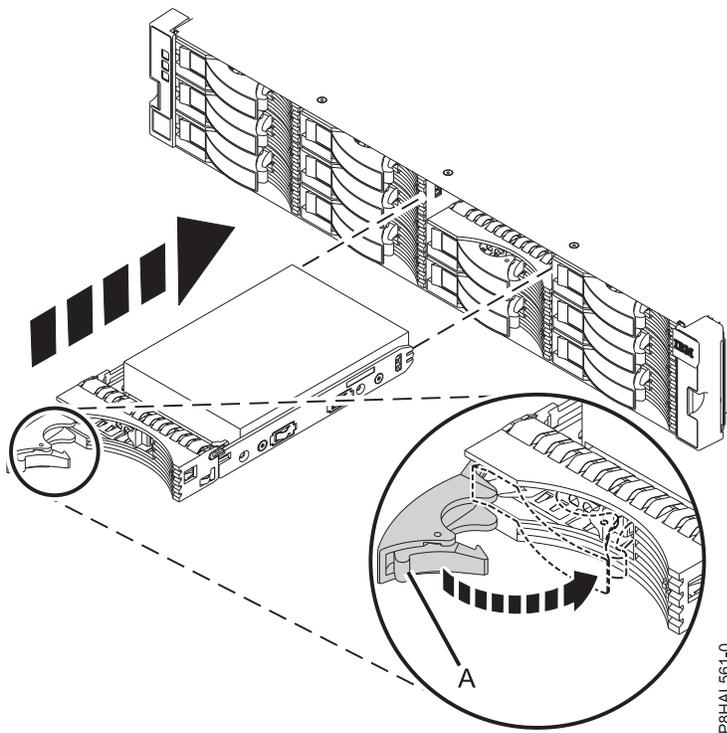
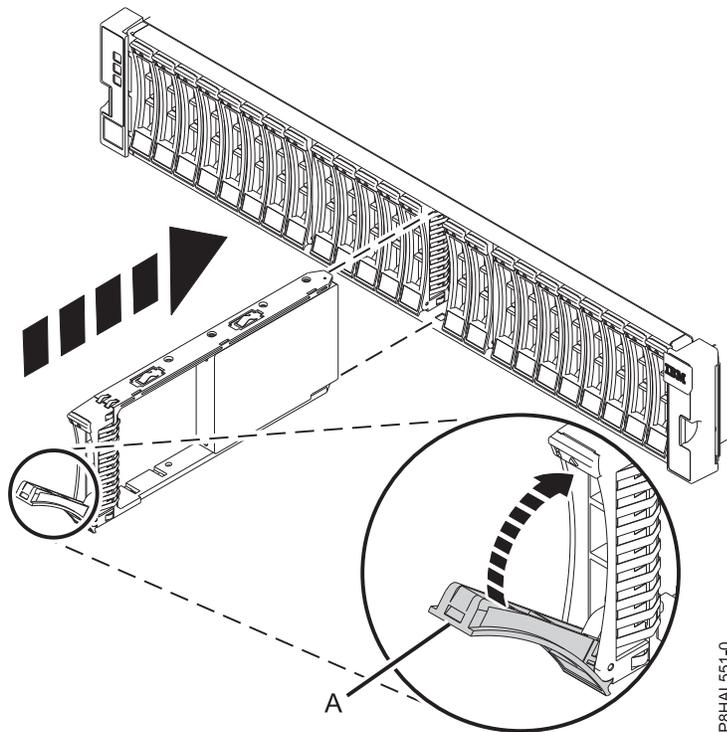

Figura 10. Instalación de una unidad de disco en el alojamiento de almacenamiento ESLL
Figura 11. Instalación de una unidad de disco en el alojamiento de almacenamiento ESLS
3. Con el asa en la posición de desbloqueo, sujete la parte inferior de la unidad de disco mientras la alinea con los rieles de la guía del alojamiento de la unidad de disco. Consulte Figura 10 en la página 11 o Figura 11 en la página 11